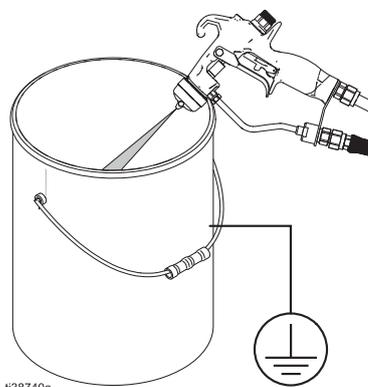

Рис. 11: Сбросьте давление в краскораспылителе.
5. Плотно прижмите металлическую часть краскораспылителя к заземленному металлическому ведру. Нажмите курок краскораспылителя, чтобы сбросить давление. См. Рис. 11.